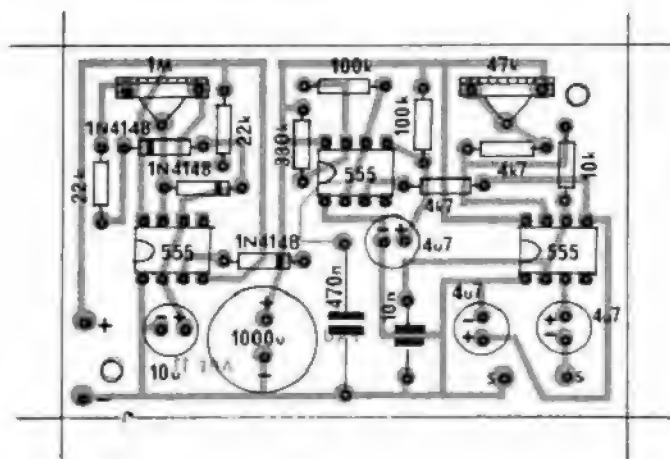

Fig. 3
O "chapeado" da montagem propriamente está na fig. 3, que mostra a placa pelo lado não cobreado (todos os componentes já posicionados). Observar rigorosamente as posições dos Integrados, diodos, polaridade dos eletrolíticos, etc. As ilhas periféricas marcadas com (+) e (-) referem-se à entrada da alimentação, e as marcas com (S) (S) destinam-se à saída para o transdutor piezo.
Na fig. 3 o hobbysta tem o "chapeado" da montagem, ilustrando o lado não cobreado da placa, com as peças colocadas, devidamente identificadas pelos seus valores, códigos, polaridades, etc. Os componentes que requerem atenção são os "famosos" polarizados; transistor, diodos, zener e eletrolíticos. O relê também tem posição certa para ser ligado, porém, a sua configuração de pinos apenas permite a sua inserção na placa na condição correta, "sem chance" de erros...